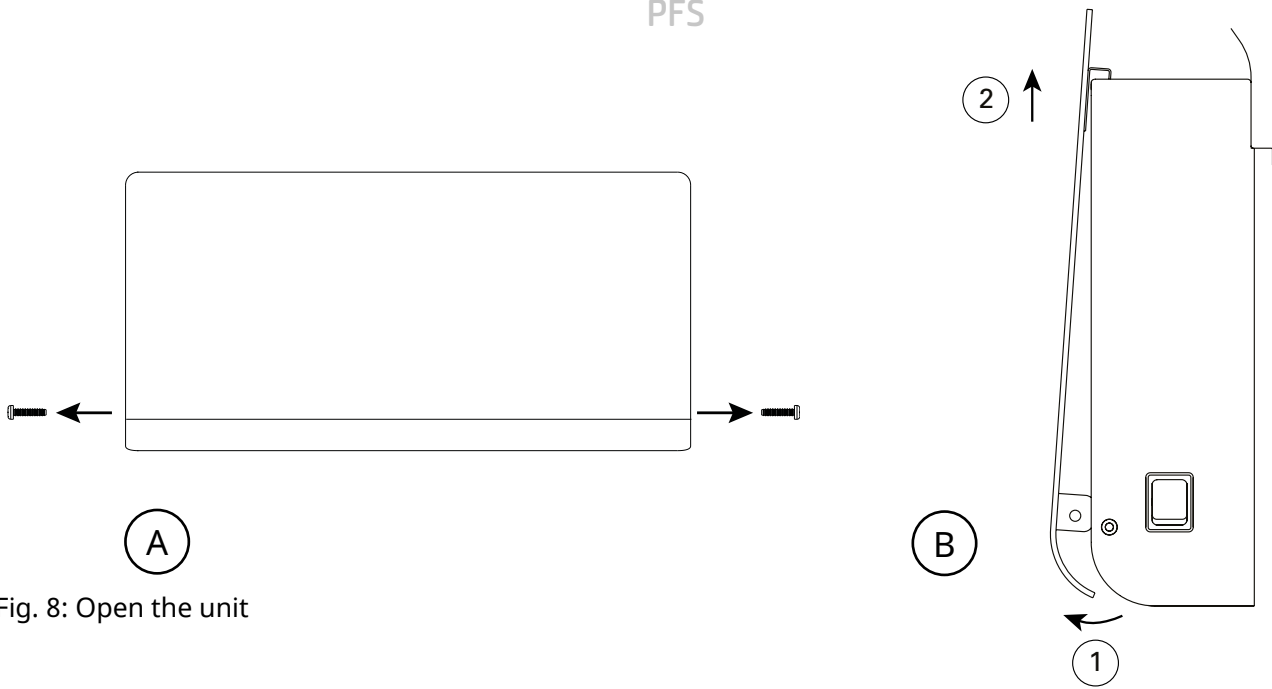

Fig. 8: Open the unit
- Fronten öppnas genom att ta bort skruvar nertill på plastgavlar (2x), vinkla ut fronten i nedkant och sedan lyfta den uppåt. (Fig. 8)
2. Fronten öppnas genom att ta bort skruvar nertill på plastgavlar (2x), vinkla ut fronten i nederkant och sedan lyfta den uppåt. (Fig. 8)